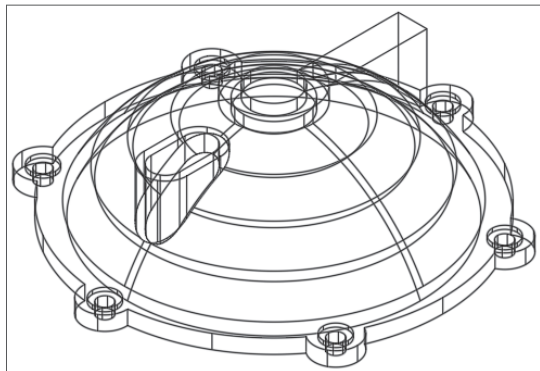

图 1-48
**步骤 01** 打开“端盖”素材文件，如图1-48所示。